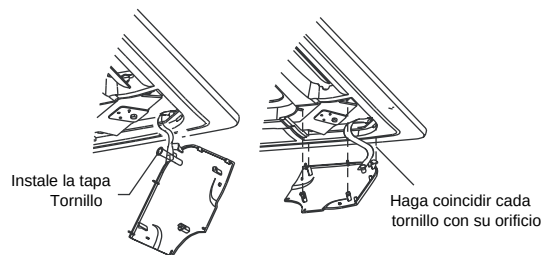

Fig.5-14
- Sujete la cuerda de la tapa en el tornillo de la cubierta de la instalación (Ver Fig. 5-14 Izquierda).